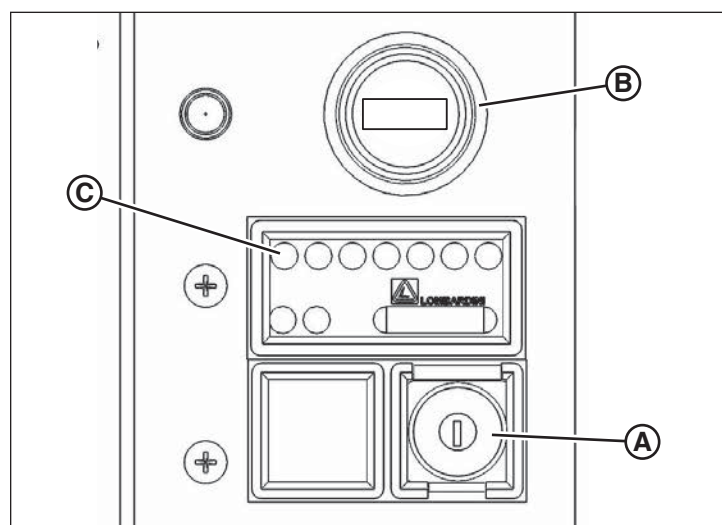

Рисунок 22
Панель управления двигателя Kohler состоит из ключа запуска/останова двигателя (A, рис. 22), счетчика моточасов (B) и сигнальных ламп (C).